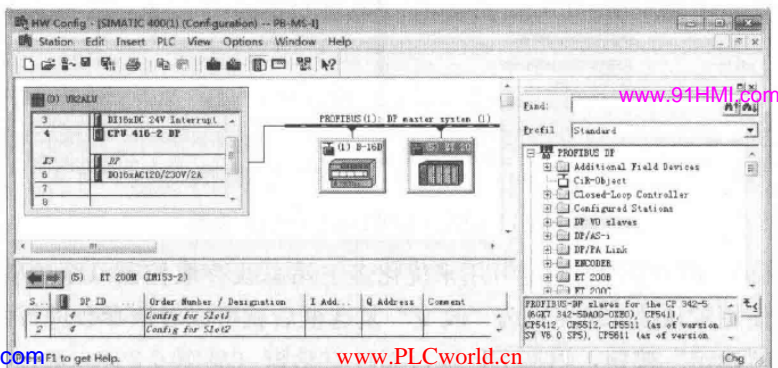
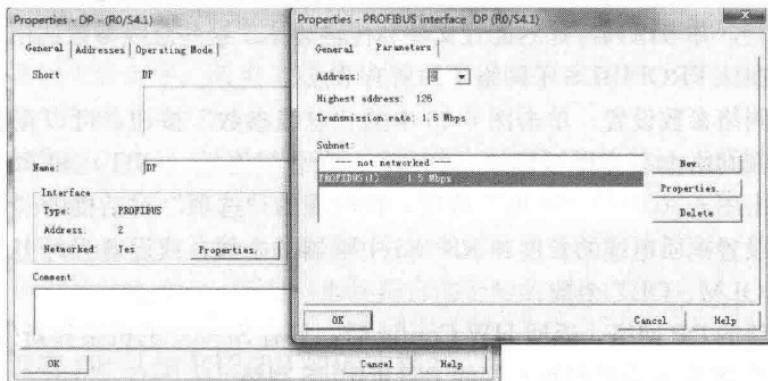

图 6-28 PROFIBUS 网络的组态
图 6-29 PROFIBUS 接口的参数设置
在 SIMATIC 管理器中选中生成的“SIMATIC400”站对象，双击屏幕右边的“硬件”图标，打开 HW Config，在 CPU416-2DP 的机架中添加 PS、一块 16 点数字量输入模块和一块 16 点数字量输出模块，它们分别占用输入、输出区的 0 号和 1 号字节。图 6-28 所示为硬件组态完成后的 PROFIBUS 网络。
(2) 生成 PROFIBUS 子网络。双击机架中 CPU 内“DP”所在的行，在出现的 DP 属性对话框的“工作模式”选项卡中，可以看到默认的工作模式为 DP 主站。单击“常规”选项卡中的“属性”按钮（见图 6-29），在出现的“属性—PROFIBUS 接口 DP”对话框中，可以设置 CPU 在 DP 网络中的站地址，默认的站地址为 2。
单击“确定”按钮，返回 DP 接口属性对话框（见图 6-29）。可以看到“子网”列表框出现了新生成的名为“PROFIBUS (1)”的子网。两次单击“确定”按钮，返回 HW Config，可以看到新生成的 PROFIBUS (1) 网络线（见图 6-28）。
单击图 6-29 中的“删除”按钮，可以删除选中的列表框中的子网络。单击“属性”按钮，将打开 PROFIBUS 属性设置对话框。
生成新的 DP 网络，返回 HW Config 后，只有 S7-400 的机架和新生成的 DP 网络。图 6-28 所示为已经组态好的 PROFIBUS 网络。
答：首先组态第一个从站 ET200B。打开图 6-28 屏幕右边硬件目录窗口的文
选中图 6-28 左上部窗口中的该从站，在屏幕左下部的窗口显示它的槽位中的模块，其中，4~11 行最多可以插入 8 块 S7-300 系列的模块。打开硬件目录中的“IM153-2”子文件夹，它里面的各子文件夹列出了可用的 S7-300 模块，其组态方法与普通的 S7-300 的相同。将模拟量模块“SM334AI/AO2”拖放到下面窗口的 4 号槽（见图 6-28），AI/AO 的起始字节地址为 512。将数字量模块“SM323 DI16/DO16”拖放到 5 号槽，DI/DO 的起始字节地址为 8 和 9。